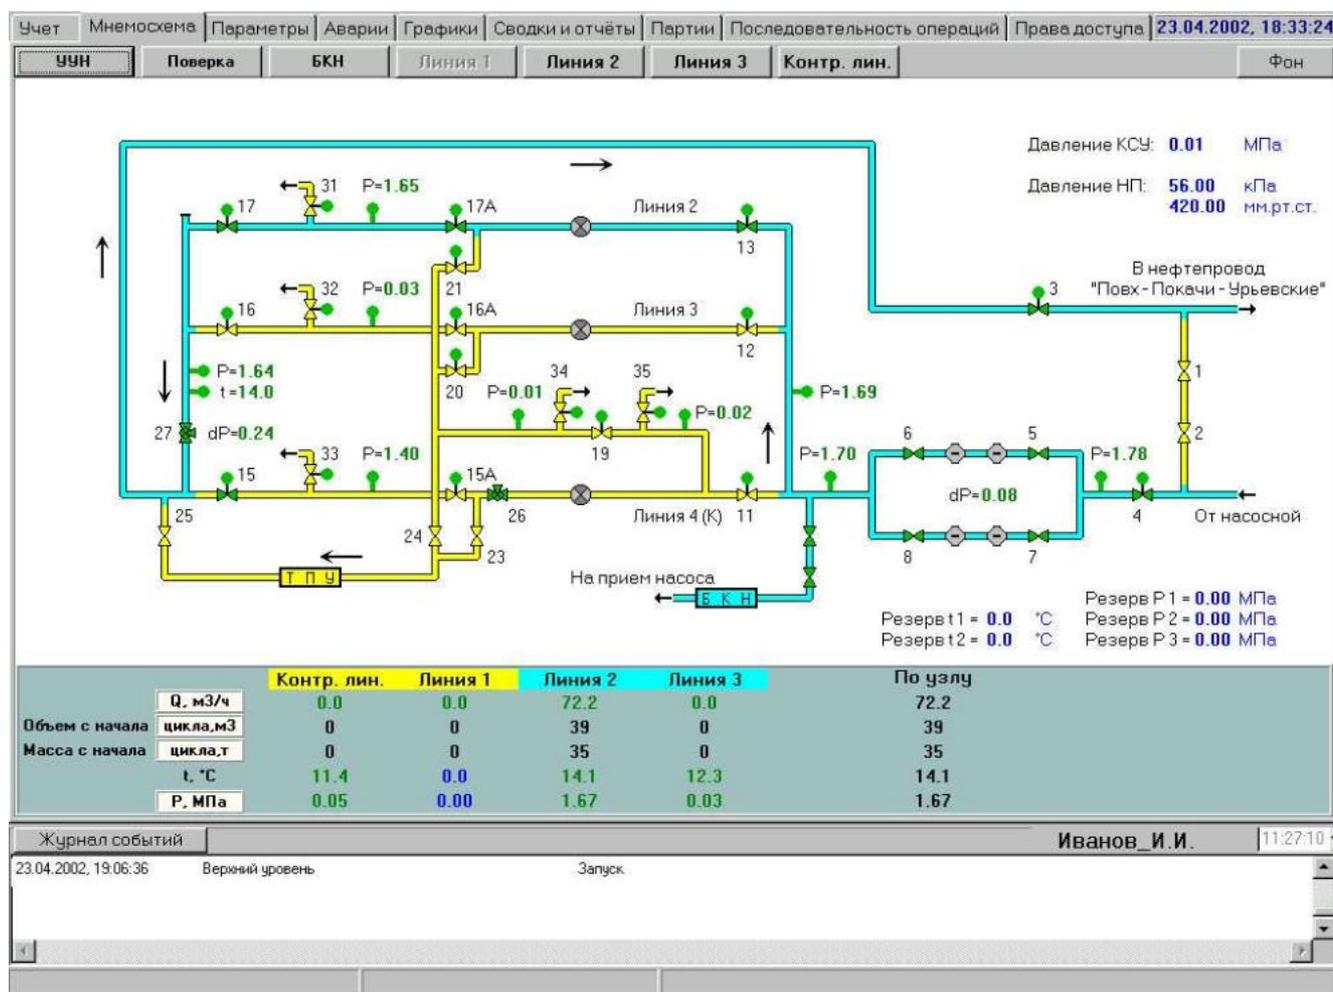

Рис. 5 – Экран «СИКН»
3.3.1.1 Экран (мнемосхема) «СИКН» (Рис. 5) отображает: